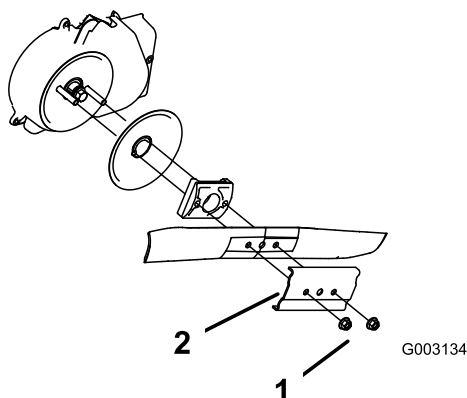

Figura 49
3. Retire las 2 tuercas de la cuchilla y el refuerzo (Figura 49).
4. Retire la cuchilla (Figura 49).
5. Instale la cuchilla nueva (Figura 49).